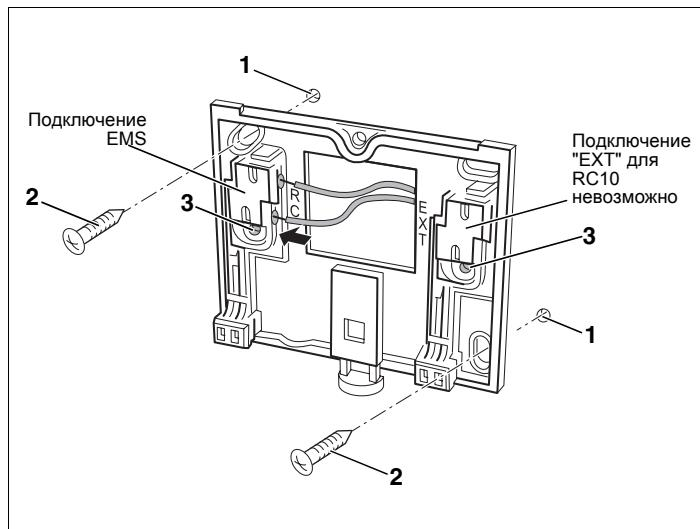

Рис. 5 Крепление монтажной пластины на штукатурку
- Просверлить два отверстия в размеченных местах в стене, для чего использовать монтажную пластину в качестве шаблона (рис. 5).
- Установить входящие в поставку дюбели в просверленные отверстия (рис. 5, **поз. 1**).
- Закрепить монтажную пластину винтами (рис. 5, **поз. 2**), входящими в поставку.
При монтаже в коробку под штукатурку можно использовать другие отверстия для крепления (рис. 5, **поз. 3**).